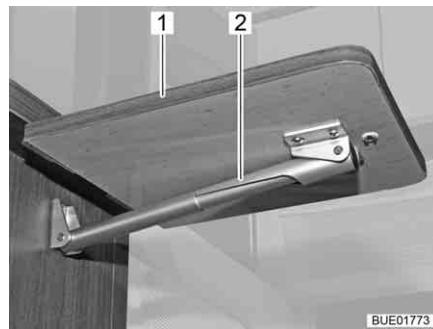

Fig. 74 Tavolo ribaltabile su bancone, aperto
- Rimuovere il tavolo ribaltabile su bancone (Fig. 74,1) dai supporti magnetici con un movimento delicato.
- Orientare il piano del tavolo verso l'alto, fino all'aggancio dell'elemento di fissaggio del supporto telescopico (Fig. 74,2).